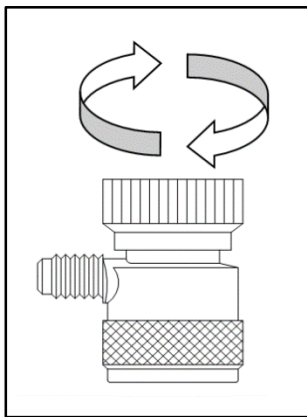

Figure 1
Les connexions rapides avec verrouillage de sécurité (**ROUGE** et **BLEU**) doivent être ouverts en faisant tourner les vannes dans la direction indiquée dans la Figure 1:
8. Ouvrir les vannes (Figure 1).